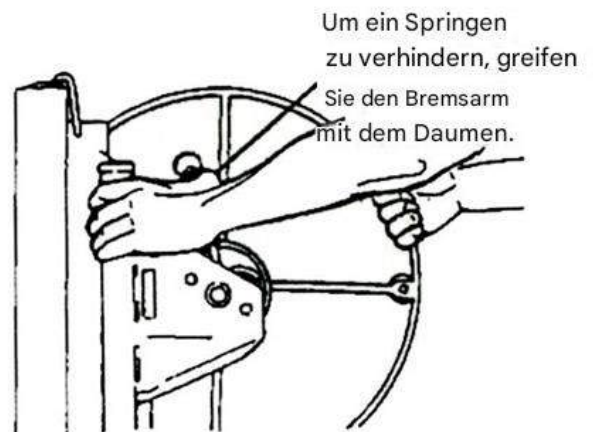

Abbildung 3
b. Heben Sie den Bremsarm ganz nach oben. Halten Sie die Winde fest und drücken Sie mit dem Daumen auf den Bremshebel (Abbildung 3).